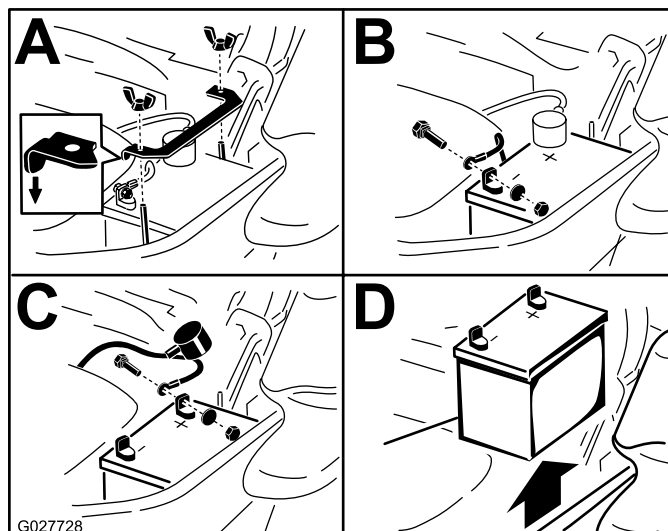

Figura 56
3. Scollegate prima il cavo negativo della batteria (nero) dal morsetto negativo (-)(nero) della batteria (Figura 56).
4. Sfilate la guaina rossa dal morsetto positivo (rosso) della batteria e togliete il cavo positivo (+)(rosso) della batteria (Figura 56).
5. Togliete il dado ad alette che fissa la fascetta della batteria (Figura 56).
6. Togliete la fascetta (Figura 56).
1. Posizionate la batteria nel vassoio, con i poli in posizione opposta al serbatoio idraulico (Figura 56).
4. Fissate i cavi con 2 bulloni, 2 rondelle e 2 dadi di bloccaggio (Figura 56).
6. Montate la fascetta e fissatela con il dado ad alette (Figura 56).